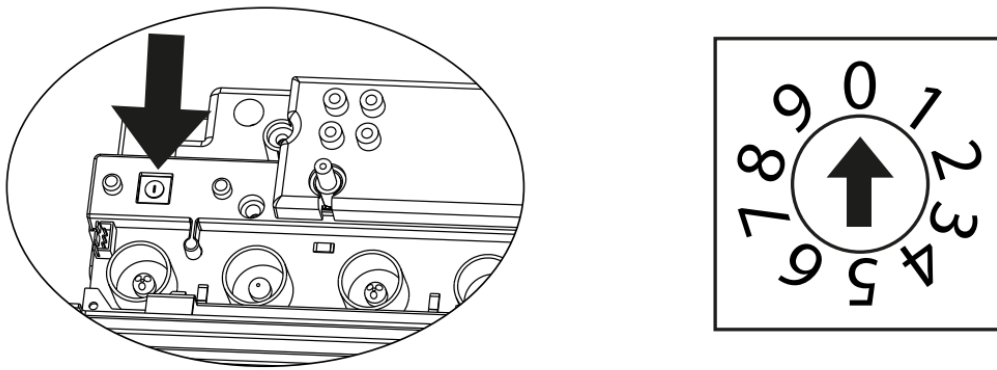

Fig. 22
6. Elk toestel is uitgerust met een identificatie-draaischakelaar die moet worden afgesteld voor serieschakeling (afb. 22).